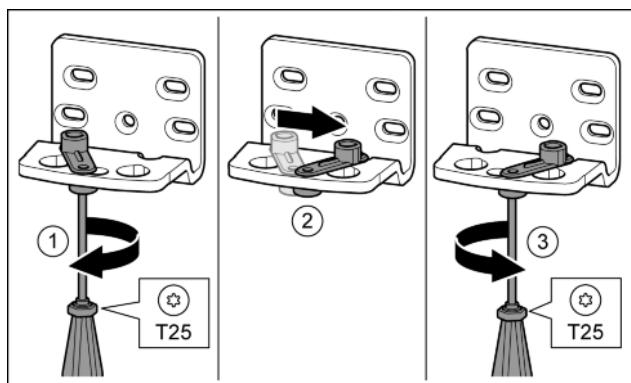

Fig. 12
- ▶ За допомогою викрутки T25 послабте гвинт. Fig. 12 (1)
- ▶ Допоміжний засіб для закривання дверцят підніміть і поверніть в отворі праворуч на 90°. Fig. 12 (2)
- ▶ За допомогою викрутки T25 закрутіть гвинт. Fig. 12 (3)